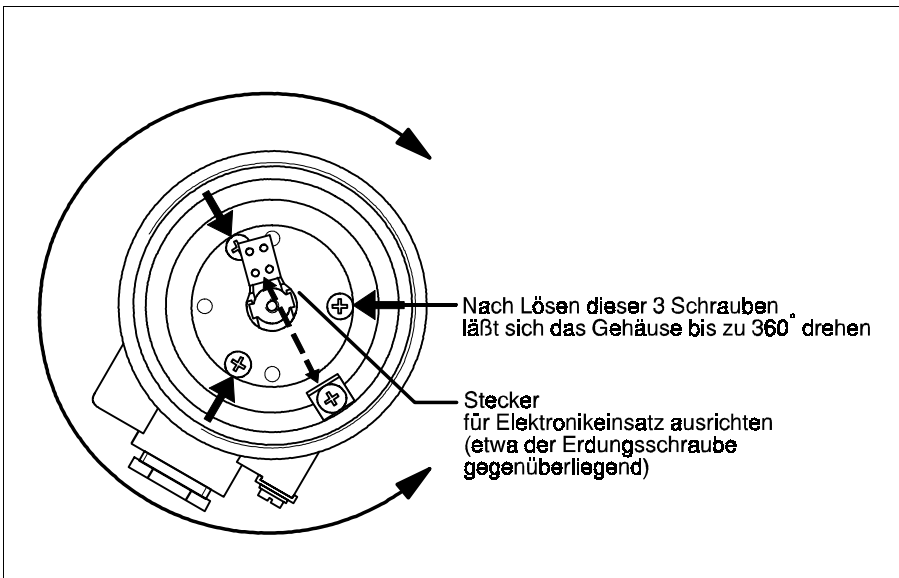

Fig. 13
- 3 Schrauben im Gehäuse etwas lösen, siehe Fig. 13